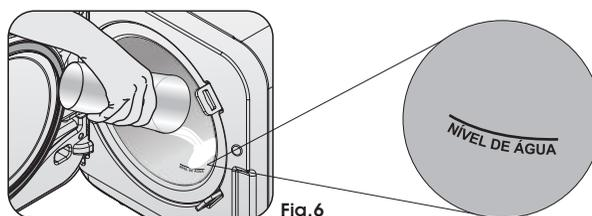

Fig. 6
- c▶ Use o copo (Fig. 6) para colocar a quantidade correta de **água destilada** diretamente na câmara (vaso de pressão) **antes** de cada ciclo. A água deve **alcançar a marca de "Nível de Água"** mostrada na imagem abaixo: